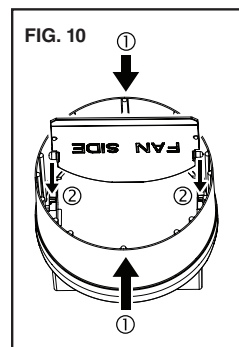

FIG. 10
- NOTE:** Make sure damper flap is in place inside of duct connector. If it is not: ① Squeeze top and bottom of connector to ② snap flap back into place. (FIG. 10)
- NOTA:** Asegúrese de que la tapa del regulador de tiro esté colocada dentro del conector del conducto. Si no lo está: ① Comprima la parte superior e inferior del conector para ② volver a colocar la tapa en su lugar. (FIG. 10)